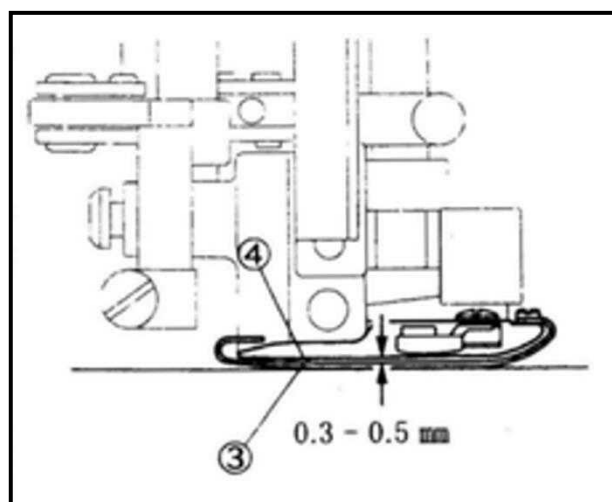

Fig.26
(3) 在压脚④和压脚弹片③ 之间调整出0.3-0.5mm 的间隙。(Fig. 26)
(4) 把螺母① 锁回去。